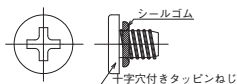

図85 切管用挿しロリング (継ぎ輪用) およびタッピンねじ
(1) 部品の確認
- ① 切管用挿し口リング(継ぎ輪用)(図85(a))のねじ穴位置にOリング(2ヶ所)が付いていること、および異物の付着がないことを確認する。Oリングが外れている場合は、シアノアクリレート系接着剤で取り付ける。
- ② 十字穴付タッピンねじ(図85(b))にシールゴムがついていることを確認する。